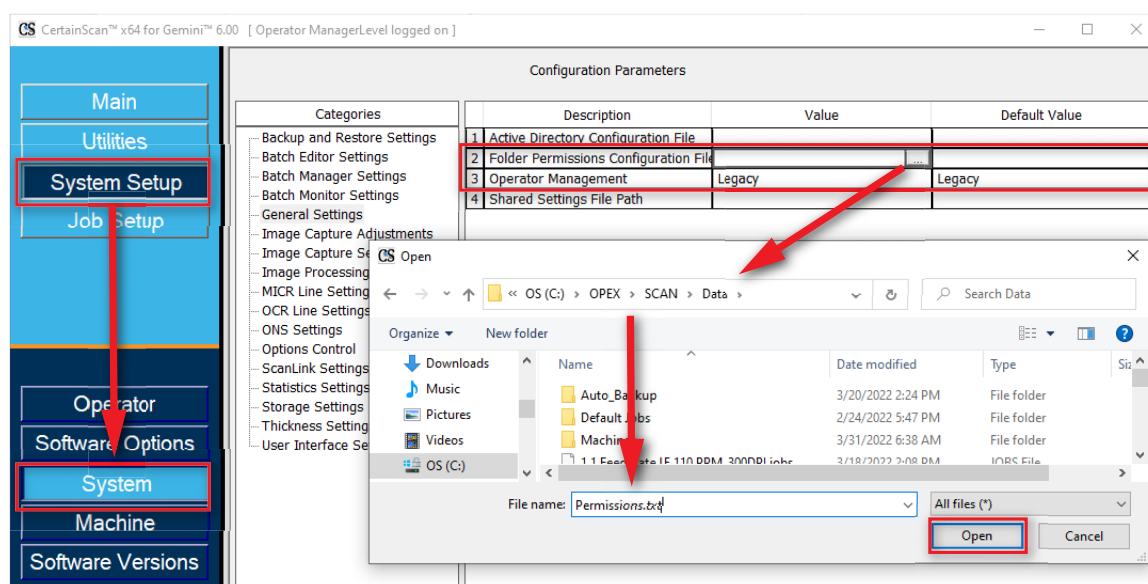

図 3-33 : 権限ファイルの作成
- **System Setup** (システム設定) > **System** (システム) > **General Settings** (基本設定) > **Folder Permissions Configuration File** (フォルダ権限設定ファイル) (図 3-33)の順に移動します。